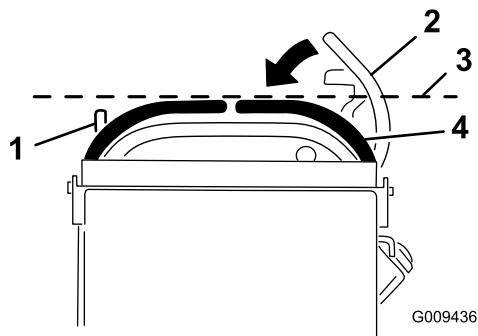

図 69
- 右側コントロール・レバーを、ニュートラル位置から下へ押し下げる（図 69）。
- 左側コントロールレバーと水平にそろっているかを調べる（図 69）。